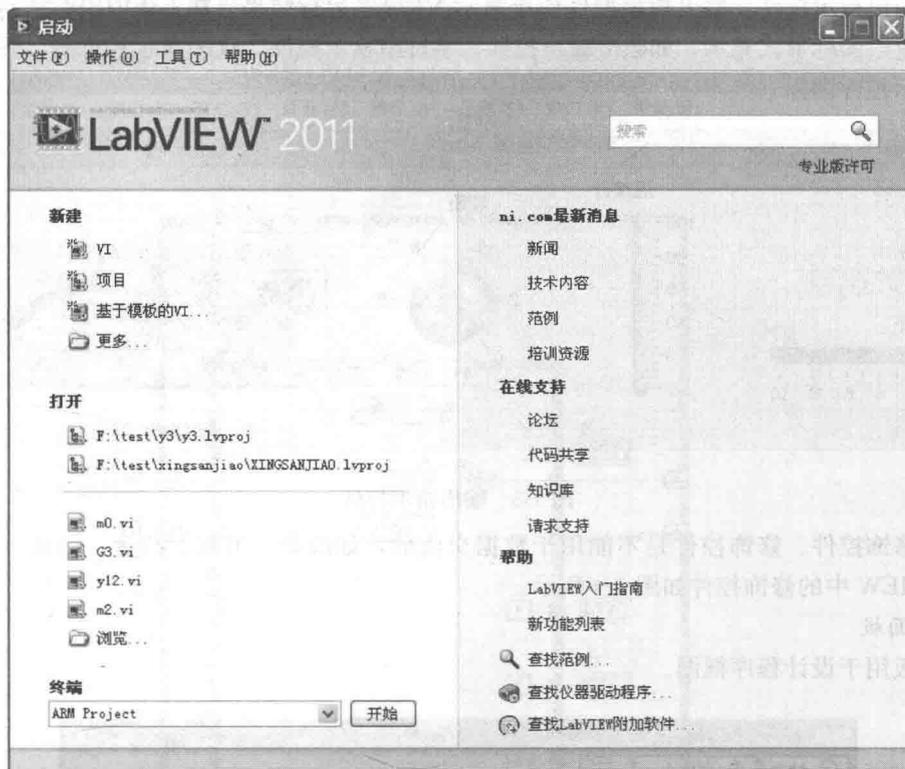

图 1-1 启动后的 LabVIEW 2011 界面
(1) 启动 LabVIEW。依次点击 Windows 的“开始”“程序”“National Instrument LabVIEW 2011”菜单命令，或者双击桌面上的“National Instrument LabVIEW 2011”图标，可以启动 LabVIEW 2011 程序。启动后的 LabVIEW 2011 界面如图 1-1 所示。